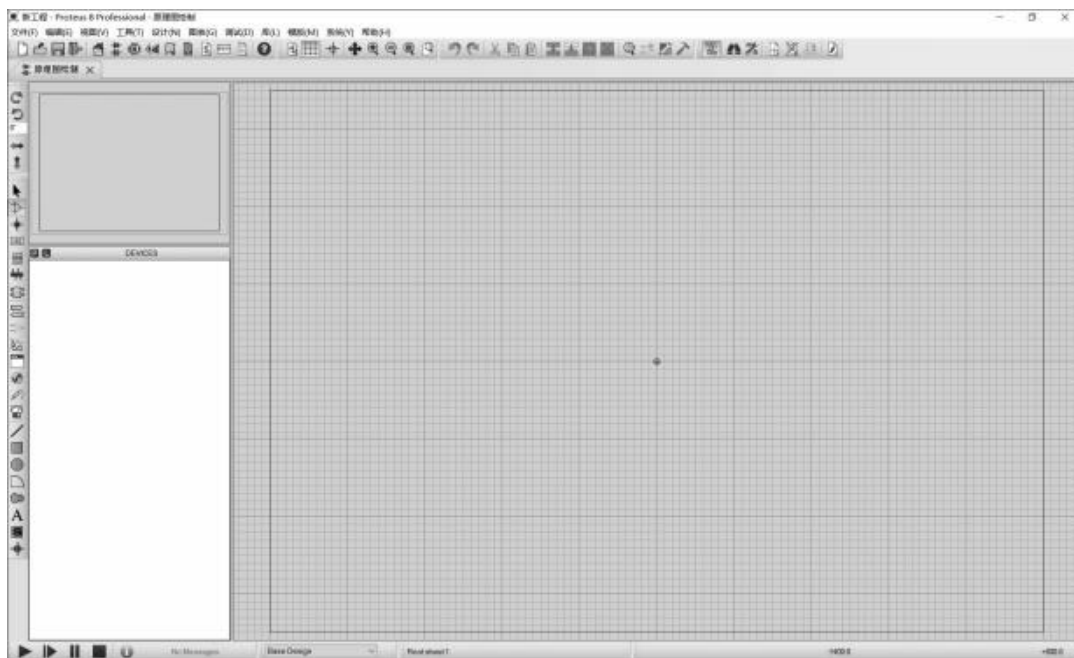

图 1-3-8 原理图绘制界面
(7)单击“完成”按钮,打开新建的原理图。至此,新建工程完毕,如图 1-3-8 所示。